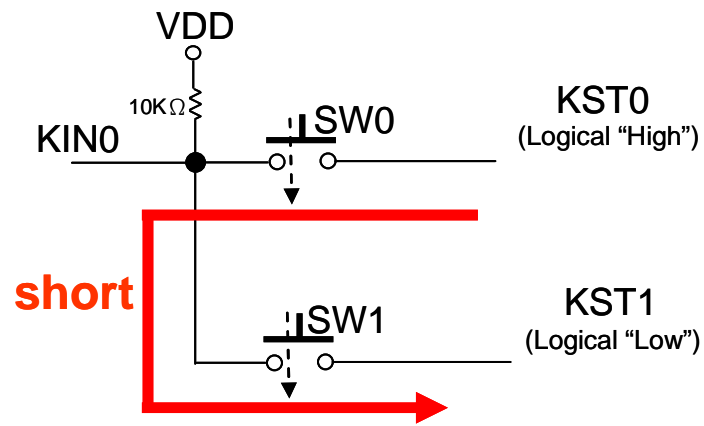

图 2-2
6. 确定 MCU 产生的时序符合 RA8803/8822 要求，并与 RA8803/8822 在模块上的应硬件设定一致。请参考应用手册的图 2-2、2-4。